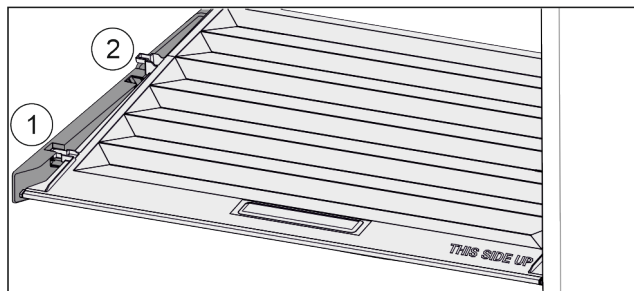

Fig. 117
- ▶ Pokryw pocignc do przodu Fig. 117 (1), a otworzy si w elementach trzymajcych.
- ▶ Podniec ty od dou i w wyjc Fig. 117 (2) go do gry.